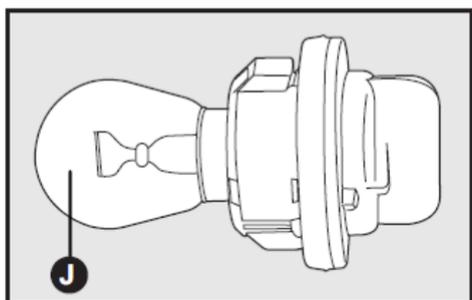

fig. 20
- Sacar la lámpara J-fig. 20, del portalámpara, presionándola y girándola en el sentido antihorario;